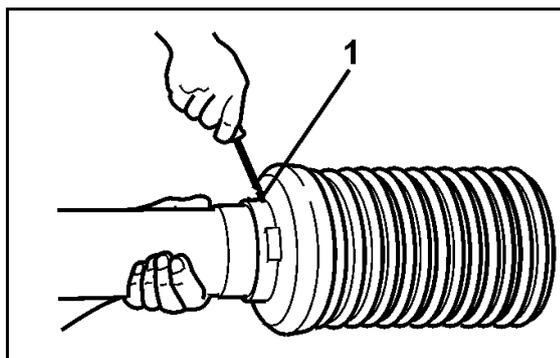

Fig. 52
6. Soltar o bocal de lubrificação (Fig. 52/1) e encaixar o veio de transmissão (Fig. 52/2).
7. Fixar a forqueta de ligação (Fig. 52/3) com o parafuso de cisalhamento (Fig. 52/4).
8. Enroscar o bocal de lubrificação (Fig. 52/1).